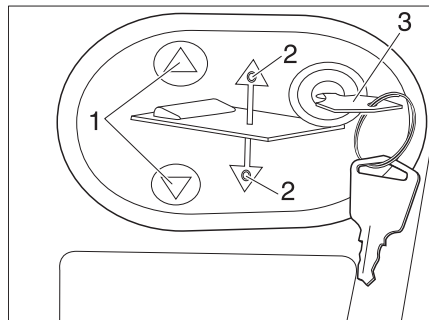

Fig. 133 Panneau de commande pour le lit escamotable électrique
- Insérer la clé (Fig. 133,3) dans le panneau de commande (Fig. 133,2).
- Appuyer sur la touche ▼ ou ▲ (Fig. 133,1) et la maintenir enfoncée. La DEL respective (Fig. 133,2) s'allume et le lit escamotable s'abaisse ou se lève.
- Lorsque la position désirée est atteinte, relâcher la touche ▼ ou ▲ (Fig. 133,1). La DEL respective (Fig. 133,2) s'éteint.
- Retirer la clé (Fig. 133,3).